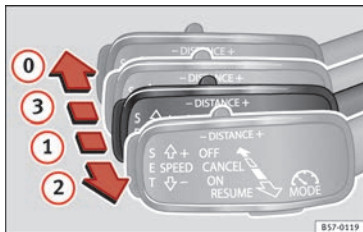

Abb. 182 Auf der linken Seite der Lenksäule: dritter Hebel für die Betätigung der automatischen Distanzregelung.
Es ist möglich, die ACC erneut zu aktivieren, indem Sie den Hebel auf Position **②** **»»** **Abb. 182** stellen.